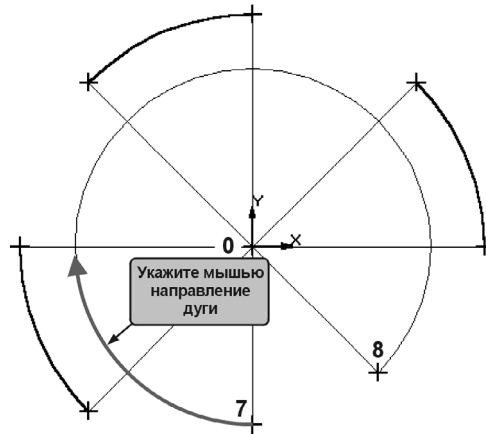

Рис. 30.3. Построение большой дуги
4. Перемещайте курсор из точки 7 в точку 8 так, как это показано на рис. 30.3 (по часовой стрелке).